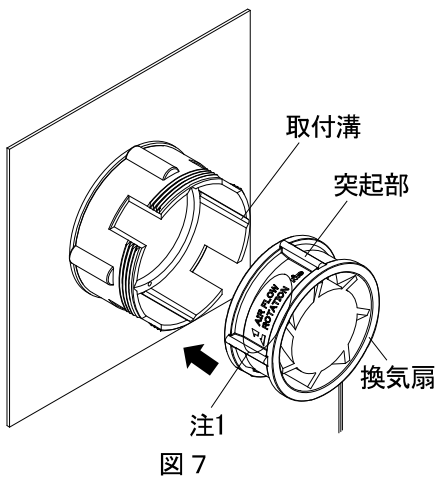

図 7
② 換気扇を取付けてください。
1. 換気扇の突起部をリングの取付溝に挿入します。(図7, 8参照)